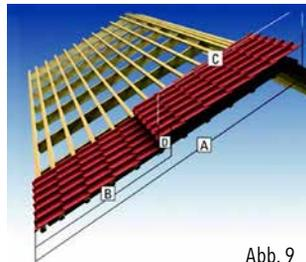

Abb. 9
* Dieses Maß zur Hauptplattenlänge addiert, ergibt die Gesamtplattenlänge, vorausgesetzt die Montage erfolgt in einer Plattenlänge. Andernfalls Überlappungsvorschrift (Abb. 9) genau beachten!